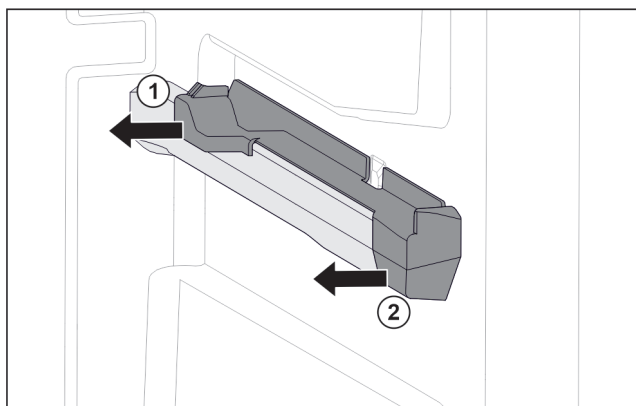

Fig. 149 右侧容器肋梁上的插装件
- ▶ 将插装件后部拉到一侧。 Fig. 149 (1)
- ▶ 将插装件前部拉到一侧。 Fig. 149 (2)